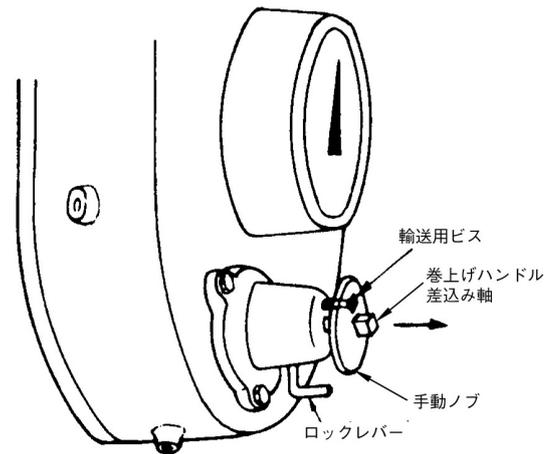

図 9. 計器本体の巻き上げ機構部
- 2) 指示計の巻き上げ機構の固定ネジを外します。(図 9 参照)
- 測定状態では、ツマミは必ず前方向に引き出した状態にしておいてください。(図 9 参照)